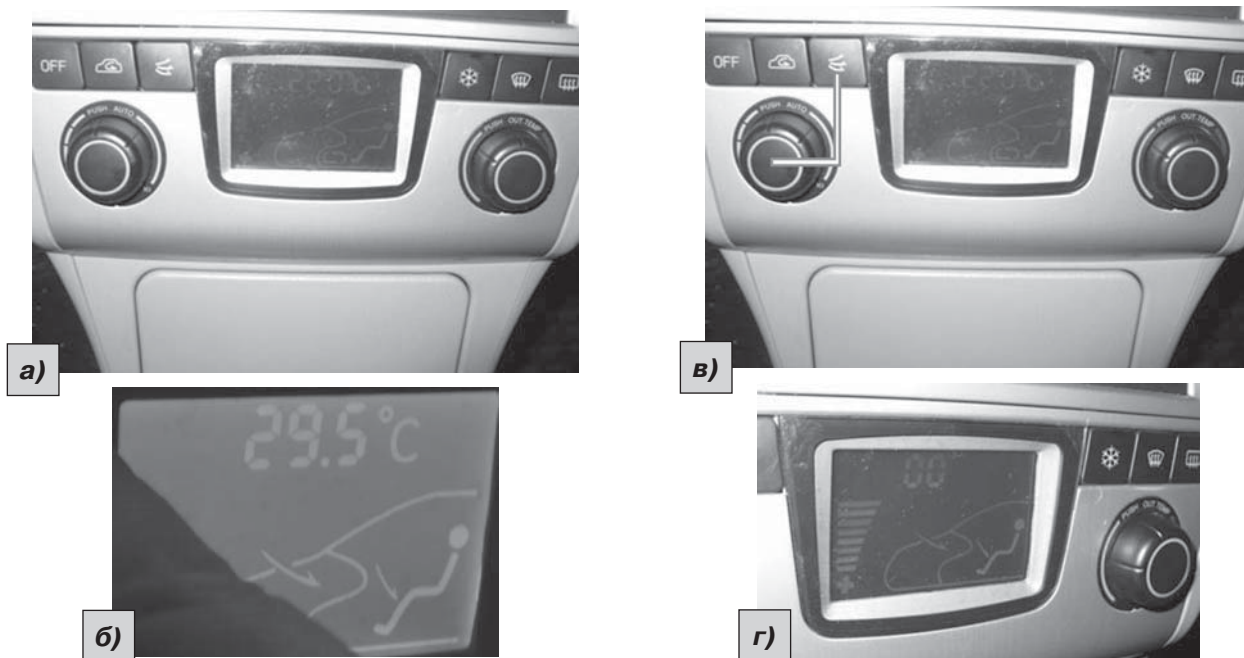

Рис. 1.4.32
На рис. 1.4.32., 1.4.33., 1.4.34. показаны примеры включения режима самодиагностики работы климатической системы автомобилей CHERRY FORA, SSANG YONG, LADA PRIORA.
2. Включают климатическую систему нажатием кнопки «Push auto» (рис. 1.4.32а).
3. Устанавливают на дисплее с помощью ручки управления температуру 29,5°C (рис. 1.4.32б).
4. Одновременно и кратковременно три раза нажимают кнопки «AUTO» и «MODE» (рис. 1.4.32в).
После выполнения вышеописанных действий включается режим самодиагностики и информация в виде следующих кодов будет выведена на дисплей (рис. 1.4.32.г).